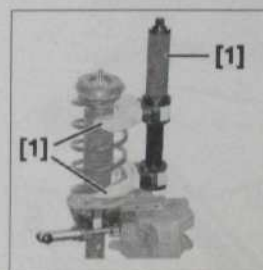

Fig. 13
- Comprimer le ressort à l'aide de l'outil [1] (Fig.13).